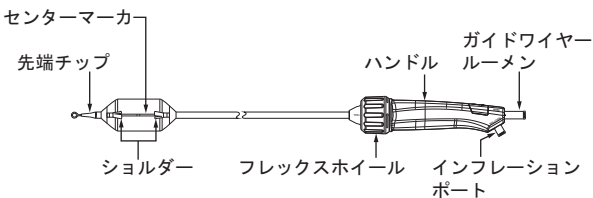

図2a エドワーズサーティテュードデリバリーシステム
3. エドワーズサーティテュードデリバリーシステム (図2a)